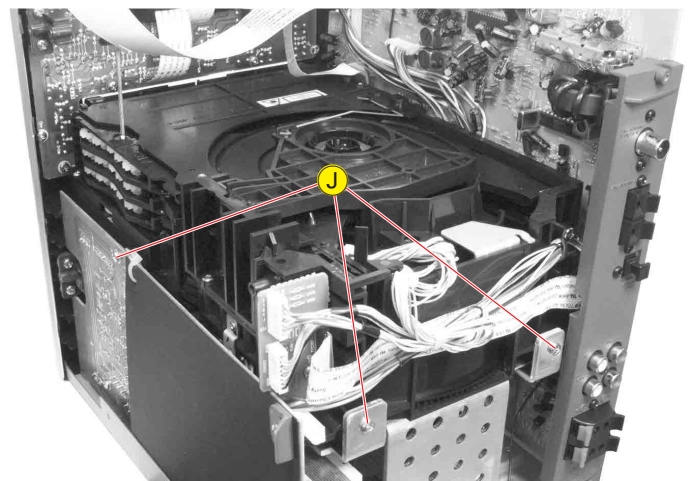

Fig. 5
- 3 Schrauben **J** (Fig. 5) herausdrehen.
- Undo 3 screws **J** (Fig. 5).